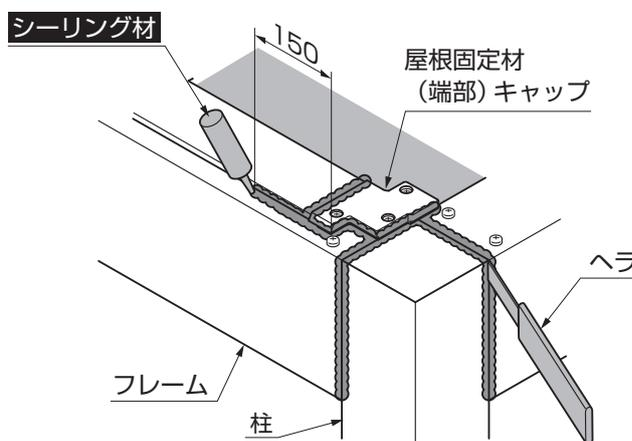

図11-4 B部詳細図
- ② B部柱、フレーム、屋根固定材(端部)キャップの接合部へシーリング処理をしてください。(図11-4参照)